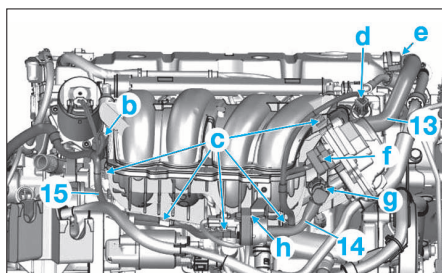

FIG. 40
- Le connecteur (b) (Fig.40).
- Désaccoupler le tuyau (13) en (e) et le (14) en (g).
- Déclipper le faisceau (15) en (c).
- Déposer le tuyau de réaspiration des vapeurs d'huile (13) (Fig.40).